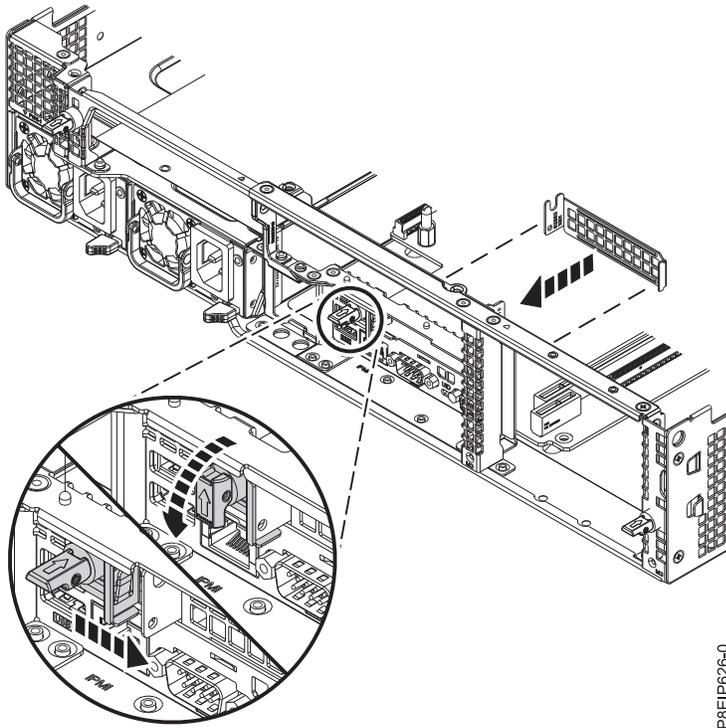

図 54. テール・ストック保持器具を閉位置にスライド
- d. 保持ドアをテール・ストックに当たるまでスライドさせて閉じ (49 ページの図 54 を参照)、保持ピンを再セットします。